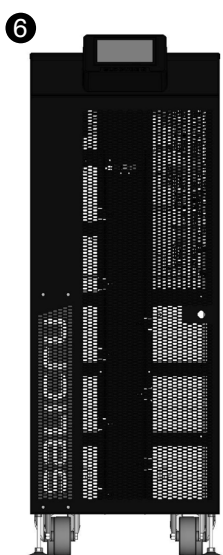

Fig. 27. Exemple d'un équipement déballé.
- ❻ Équipement déballé à son emplacement définitif (Fig. 27).